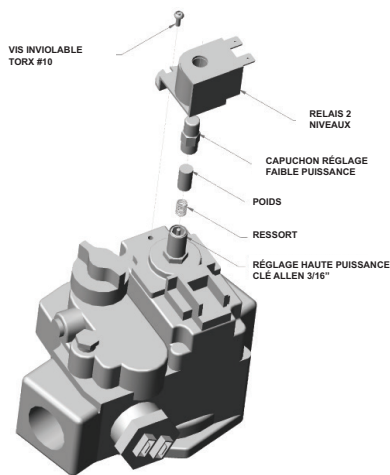

Figure 35. Réglage de la commande du gaz à 2 puissances (Invensys)
- Utilisez une clé de 3/8 po et retirez le capuchon en aluminium situé sous la commande du gaz. Comptez le nombre de tours requis pour retirer le capuchon. Veillez à ne pas laisser tomber le cylindre (poids) ou le petit ressort qui se trouve sous le capuchon, voir Figure 35.
- Réinstallez le ressort, le poids et le capuchon en aluminium. Resserrez le capuchon sur le même nombre de tours que celui compté lors de son retrait, voir Figure 35.